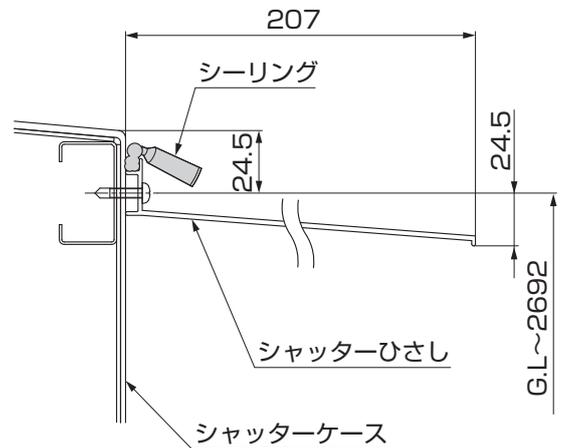

図4-3 シングルシャッターCタイプ
●シングルシャッターCタイプの場合は、図4-3の位置に取付けてください。
- ④シャッターひさし上部に通しでシーリング材を充填してください。(図4-3参照)